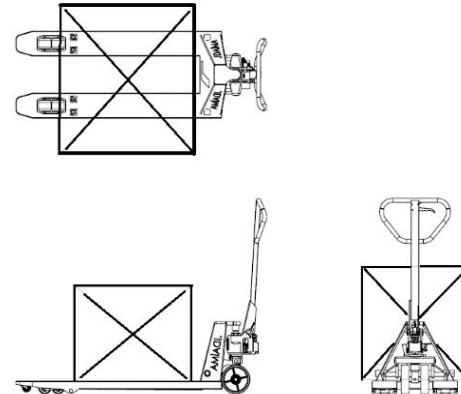

Abbildung 6
- Die korrekte Beladungsart des Hubwagens ist in Abbildung 6 dargestellt.
- ▶ Die ideale Lademethode (siehe Abbildung 6) ist, wenn der Schwerpunkt der Ladung in der Mitte der Gabeln des Hubwagens liegt. Das Nenngewicht muss reduziert werden, wenn der Schwerpunkt der Last nicht in der Mitte der Gabeln liegt.